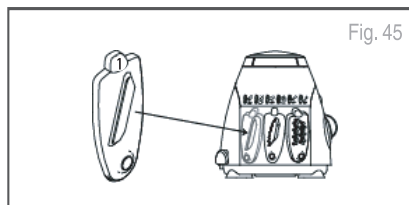

Fig. 45
1. La cuchilla 1 es la cuchilla para “rebanadas finas”. (Fig. 45)